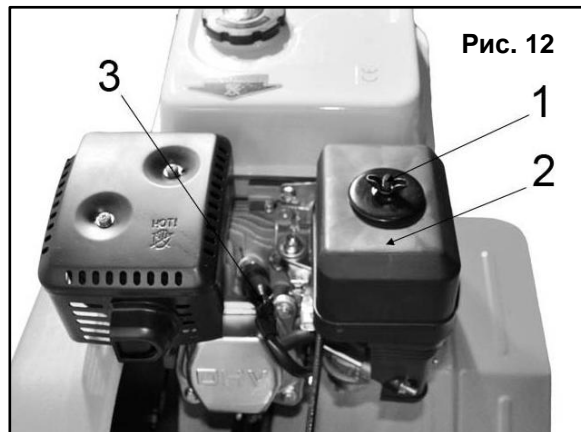

Рис. 12
- Открутите винт-фиксатор крышки воздушного фильтра (1) (См. Рис. 12)
- Снимите воздушный фильтр (2) (См. Рис. 12)